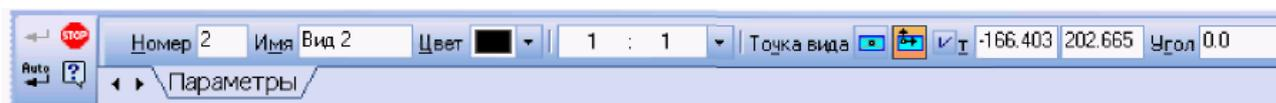

Рисунок 3.7 - Панель свойств при создании вида
2. На Панели свойств задать (рис. 3.7):